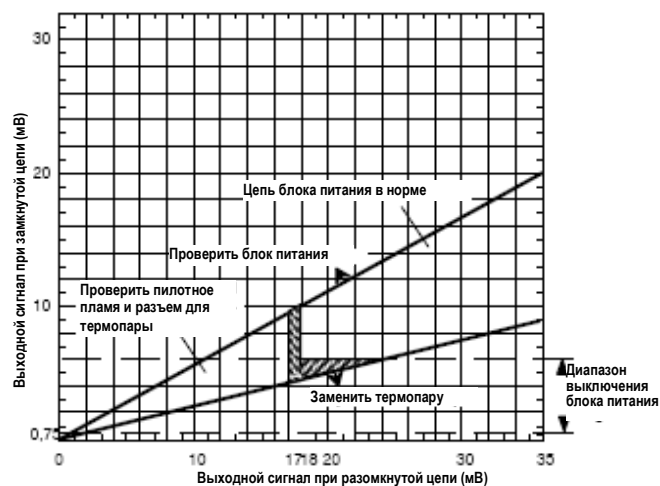
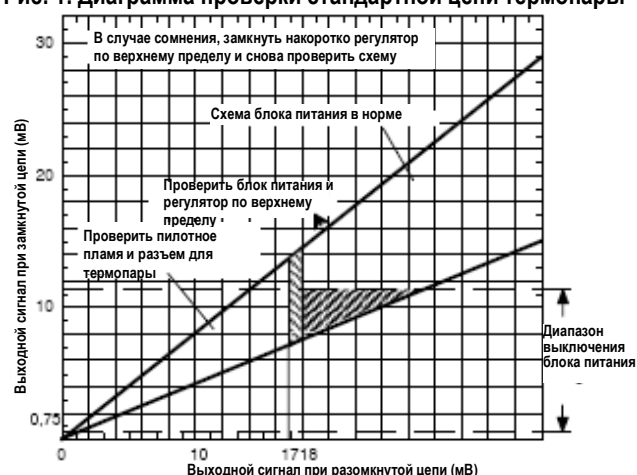

Рис. 1. Диаграмма проверки стандартной цепи термopapa
Рис. 2. Диаграмма проверки цепи термopapa с регулятором по верхнему пределу.
- Проверьте работу схемы блока питания с помощью диаграмм, приведенных на рис. 1 и 2. Используйте рис. 1 для стандартной цепи термopapa, а рис. 2 – для цепи с регулятором по верхнему пределу следующим образом: